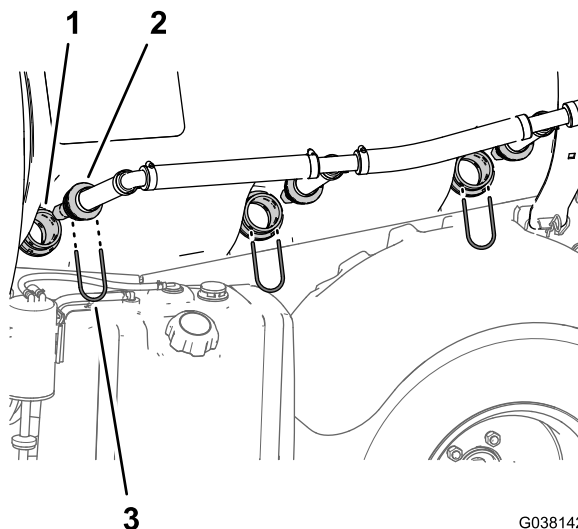

Figura 20
1. Retire las 3 horquillas de retención que sujetan las boquillas de agitación a los pasamuros en el lado izquierdo del depósito de fumigación (Figura 20).
2. Retire las boquillas de agitación de los pasamuros (Figura 20).